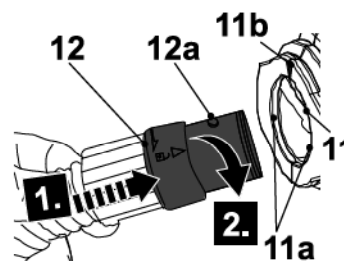

Fig. 8
- > Fixe o outro conector da mangueira (12) no ponto de fixação da entrada de ar (11) e fixar os pinos (12a) nas ranhuras (11a) rodando o conector da mangueira (12) no sentido dos ponteiros do relógio (Fig. 8). Assegurar-se de que a seta de indicação (11b) alinha com o conector da mangueira (12) (Fig. 8).